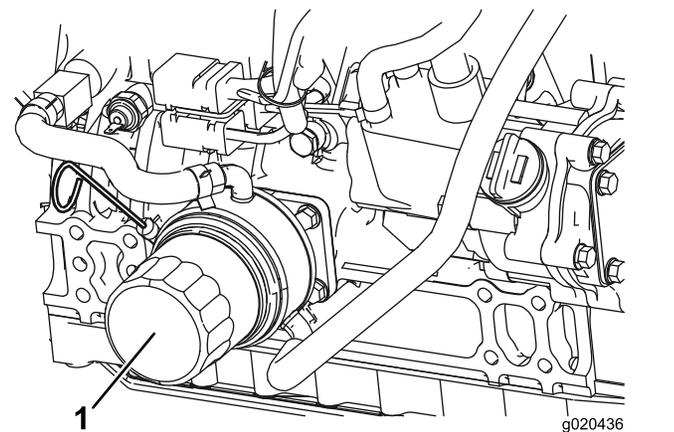

Bild 49
- Entfernen Sie den Ölfilter (Bild 49).